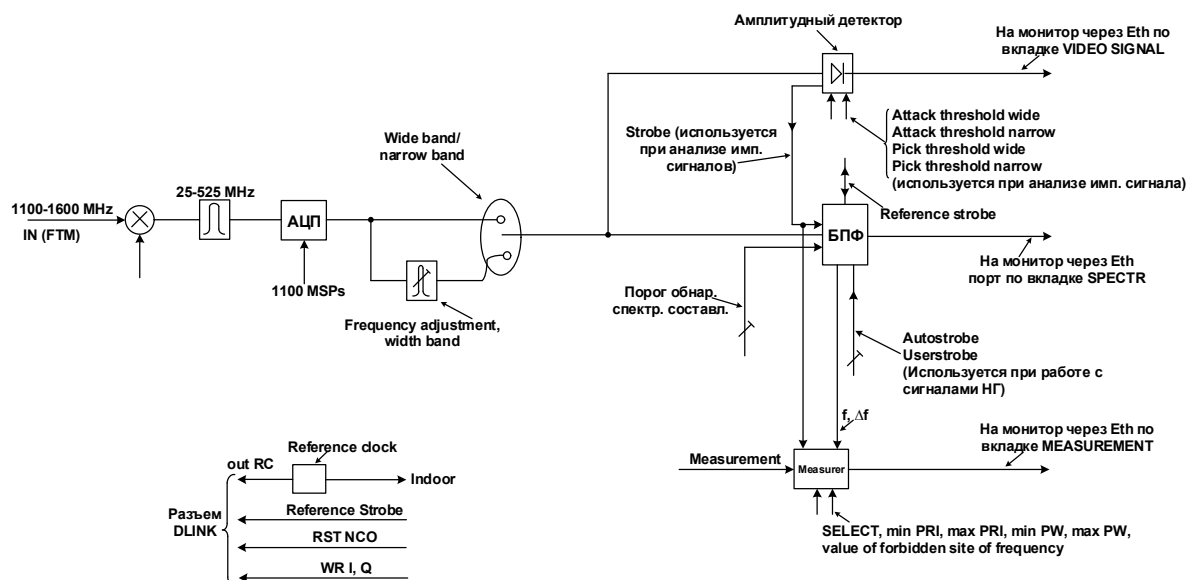

Рис.1 Блок BPPS-IF (master)
Введение центральной частоты в узкополосном режиме осуществляется с помощью вкладки **Narrow band receiver**, в правой части окна программы и, далее, используйте окно **Frequency of adjustment** для ввода центральной частоты. Окно ввода **Width of band** позволяет выбрать предварительный фильтр из ряда 1,2,5,10,20,50 МГц. Сигнал с выхода этого фильтра далее подвергается быстрому преобразованию Фурье (БПФ) и результат этого преобразования отображается на экране монитора. См. рис.1 (когда активирована вкладка **Spectrum**). Как видно из рис. 1, сигнал, как в широкополосном режиме, так и в узкополосном режиме, поступает также и на амплитудный детектор. Сигнал с выхода детектора можно посмотреть на мониторе (вкладка Video Signal). Время отображения, по умолчанию, выбрано 120 мкс от переднего фронта стробирующего импульса. Стробирующий импульс – это импульс, который вырабатывается амплитудным детектором по переднему и заднему фронту радиоимпульса по алгоритму, представленному ниже. Обработывая стробирующий импульс, можно получить информацию о времени прихода радиоимпульса и его длительности, а также передний фронт стробирующего импульса инициирует взятие отсчетов для БПФ.
- При работе с импульсными сигналами флажки **Auto strobe** и **User strobe** должны быть (оператором) сброшены. При этом, процедура взятия отсчётов для БПФ начинается в момент превышения входным сигналом, с выхода амплитудного детектора, (см. рис 1) установленного порога: **attack threshold** (по переднему фронту стробирующего сигнала). Задний фронт строба формируется по порогу – **pic threshold**. Таким образом, пороги **attack threshold** и **pic threshold** позволяют сформировать передний и задний фронты строб. сигнала (сигнал strobe, см.рис.1) из выходного сигнала амплитудного детектора. Этот строб. импульс, в дальнейшем, служит для измерения параметров импульсного